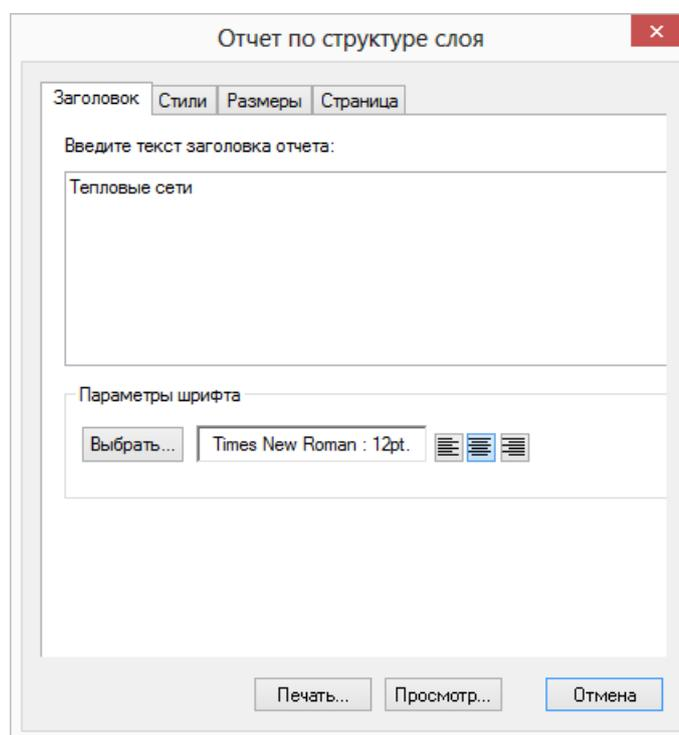

Рисунок 4.27. Отчет по структуре слоя
2. Написать имя заголовка указать параметры шрифта в закладке Заголовок (см. Рисунок 4.27, «Отчет по структуре слоя»).